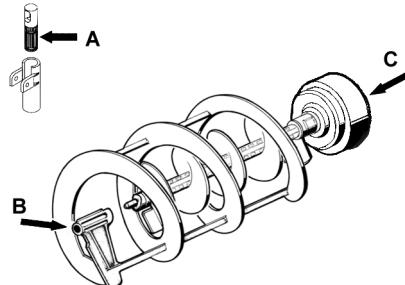

figura 10
- 2 Lubrificare il pistone rubinetto, il raschiatore interno e quello esterno (nei punti A, B e C indicati in figura 10) utilizzando esclusivamente il grasso fornito dal fabbricante o altro **grasso per uso alimentare**.